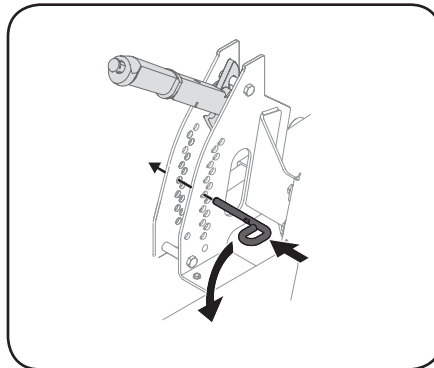

Figure 3-12
2. Insérez la goupille dans le trou correspondant à la hauteur de coupe désirée (d). Tournez la goupille pour la verrouiller (e). Voir Figure 3-12.